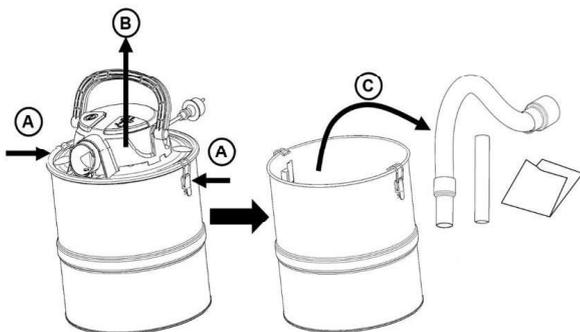

Abb. 4: Zubehörteile entnehmen
Die Düsen und das Zubehör für den Aschesauger werden während des Transports im Behälter aufbewahrt. Zum Öffnen des Behälters lösen Sie die Deckelklemmen (A, Abb.4) und nehmen Sie den Deckel (B) ab. Entnehmen Sie die Zubehörteile (C) und setzen Sie den Deckel wieder auf den Behälter. Anschließend wieder mit den Deckelklemmen fixieren.